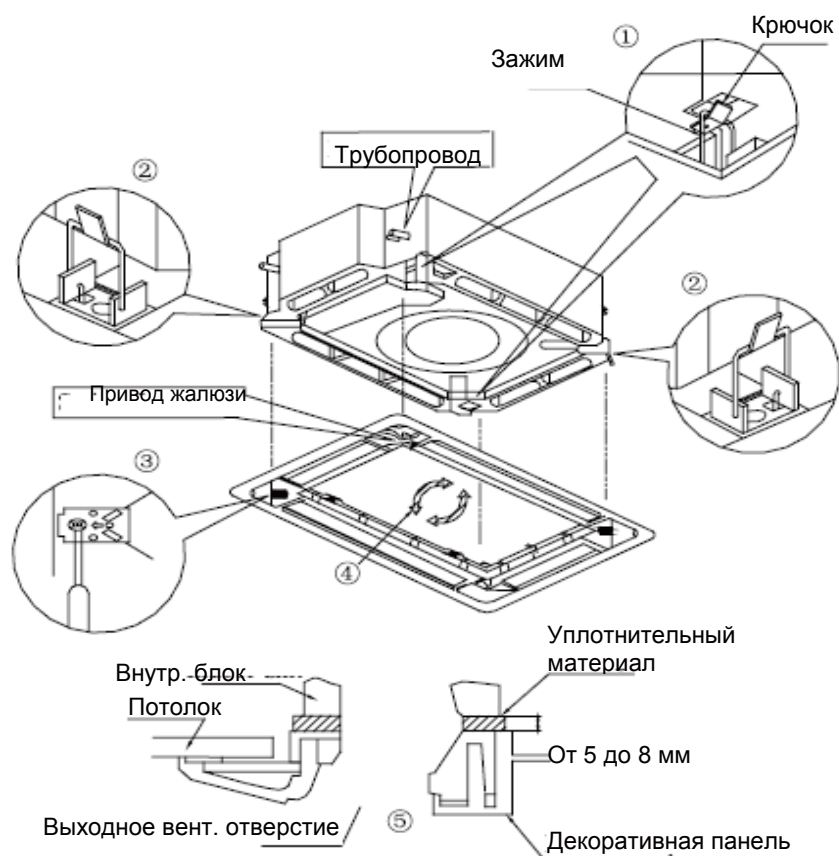

Рис. 13
Приложите панель к корпусу внутреннего блока, сопоставляя положение привода жалюзи панели, положение трубопровода панели и положение трубопровода внутреннего блока, как показано на Рис. 13.
- 4) Отрегулируйте положение панели, поворачивая ее в направлении, указанном стрелкой, как показано на Рис. 13, до момента ее полного контакта с потолком.